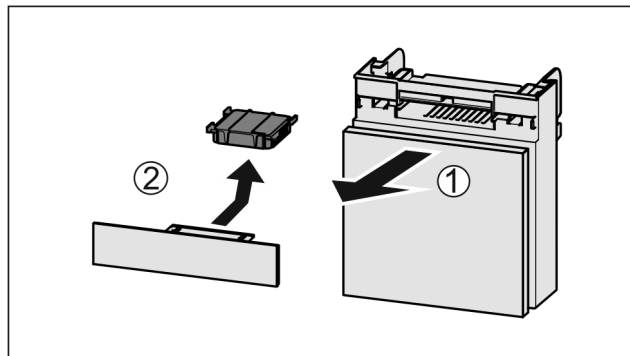

Fig. 226
- Zásuvku vytáhněte dopředu Fig. 226 (1).
- Filtr s aktivním uhlím vyjměte Fig. 226 (2).